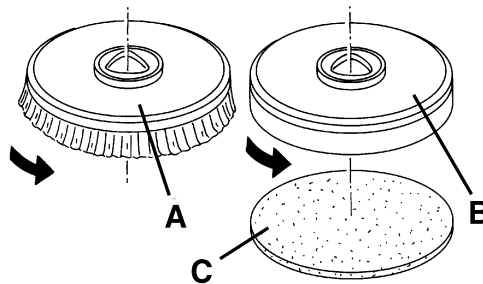

Figure 2
1. Sur la machine équipée de la tête spéciale, et les brosses (A, Fig. 2) et les plateaux support disque (B) avec disques (C) peuvent être installés, en fonction du traitement à effectuer sur le sol.
2. Positionner la clé de contact (80) sur "0".